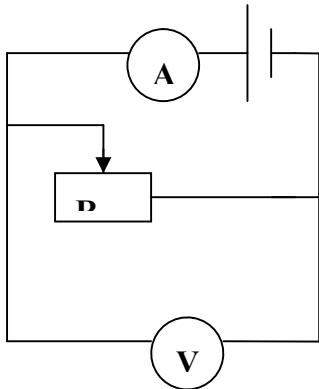

Рис.1
3. Зарисуйте в тетради схему электрической цепи для измерения удельного сопротивления проводника (рис. 1).